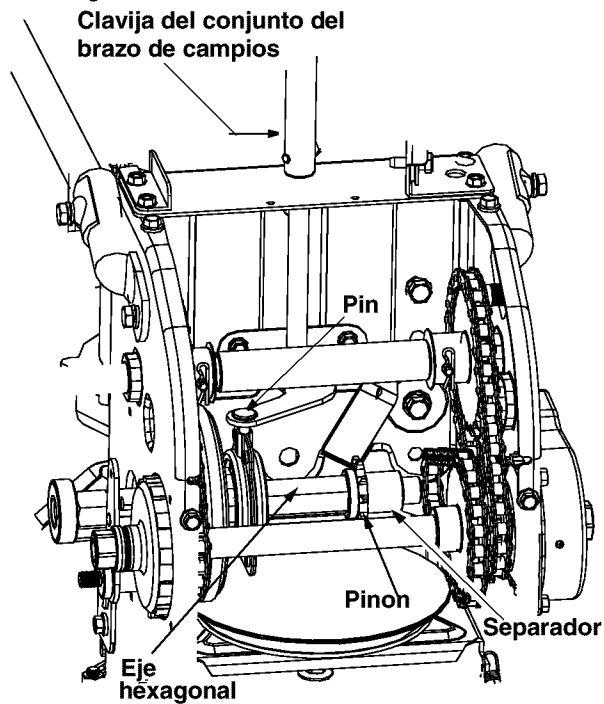

Figura 29
- Inserte la clavija del conjunto del brazo de cambios dentro del conjunto de la rueda de fricción y mantenga el conjunto en posición. Vea la Figura 29.